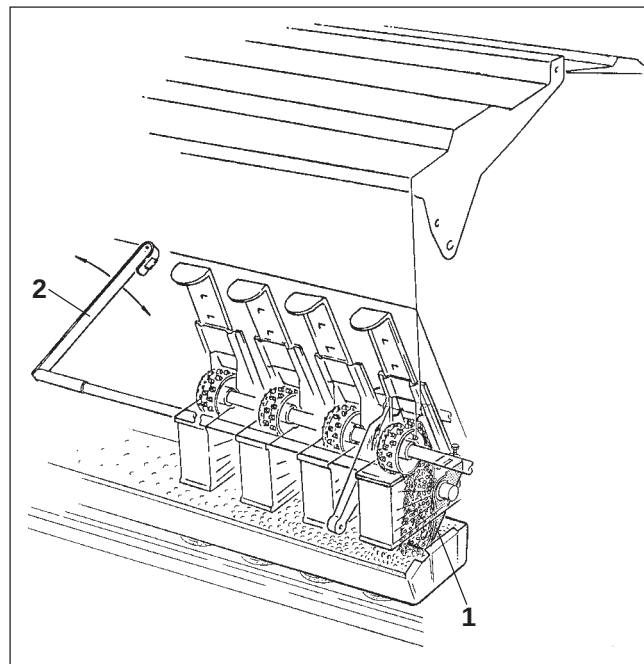

Рис. 20.1
Если Вы ставите сеялку в ангар или на открытую площадку на длительное время клапаны высевной коробки (Рис. 20.1/1) должны быть полностью открыты. Если клапаны высевной коробки будут закрыты имеется опасность, особенно зимой, что мыши попытаются проникнуть в семенной ящик, так как и в пустом семенном ящике пахнет зерном. В случае, если клапаны высевной коробки будут закрыты мыши при определенных условиях могут повредить клапаны высевной коробки и высевающие катушки.
Из-за неправильно установленного клапана высевной коробки (Рис. 20.1/1) может возникнуть неконтролируемый высев семенного материала (дополнительный объем). Поэтому **каждые полгода или перед каждым посевным периодом** необходимо проверять основную настройку. При этом семенной ящик и высевные коробки должны быть разгружены:
2. Установочный рычаг клапана высевной коробки (Рис. 20.1/2) установите в храповике в позицию "1".